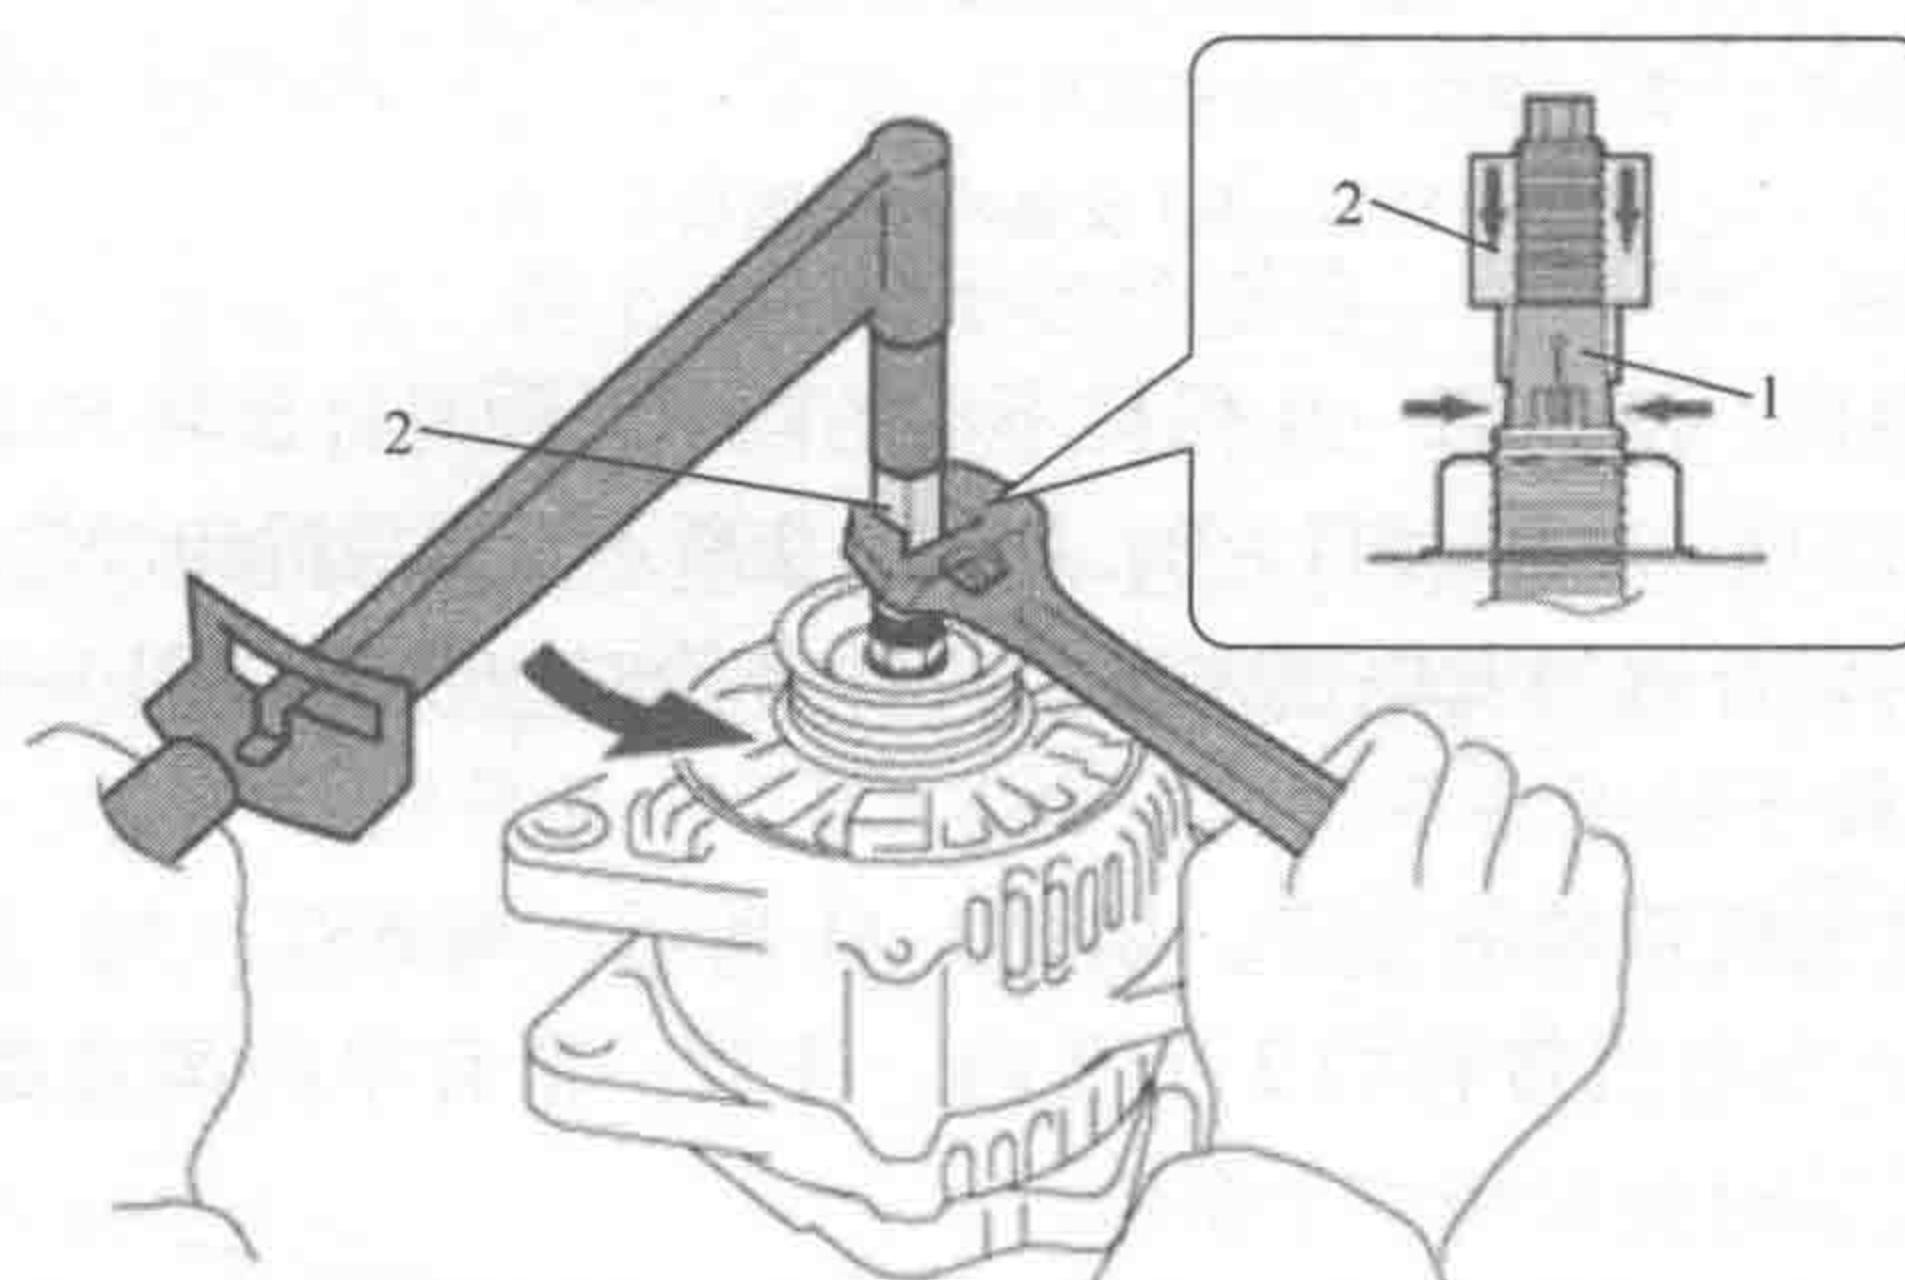

图 1-6 安装专用工具 SST1 - A 和 SST1 - B
(1) 拆卸发电机带轮 拧松带轮固定螺母时，它随轴一起旋转。所以要用 SST 使螺母保持不动，旋转轴来拆卸螺母。如图 1-6 所示，在带轮轴的末端安装 SST1 - A 和 SST1 - B。将 SST1 - A 和 SST1 - B 拧紧到指定转矩 $39.2 \text{ N} \cdot \text{m}$ ($400 \text{ kgf} \cdot \text{cm}$)，将 SST1 - A 固定在带轮轴上。